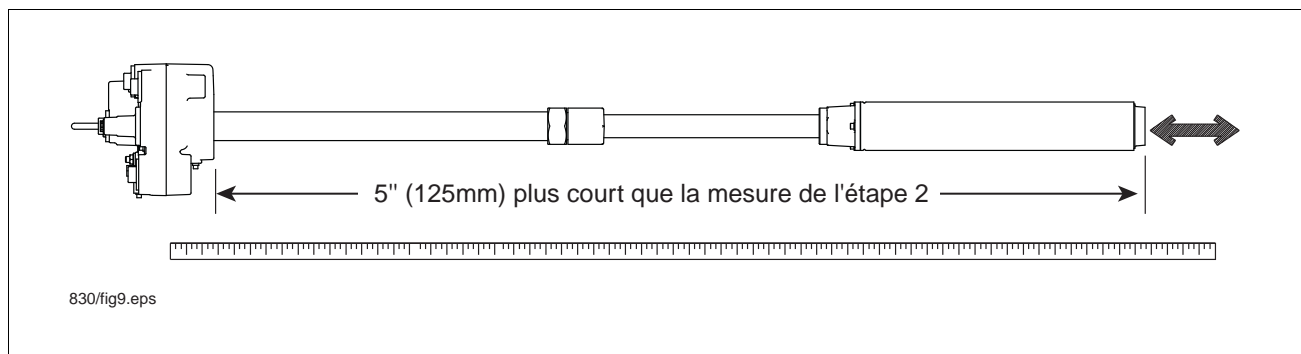

Figure 11. Régler la longueur de la pompe
5. Se référer à la figure 11 et disposer l'extrémité de l'UMP de façon à ce que la distance entre le fond du collecteur et le fond de l'UMP soit plus courte de 5 pouces (125 mm) par rapport à la distance mesurée au Step 2 (15 pouces (381 mm) pour l'aspiration flottante).